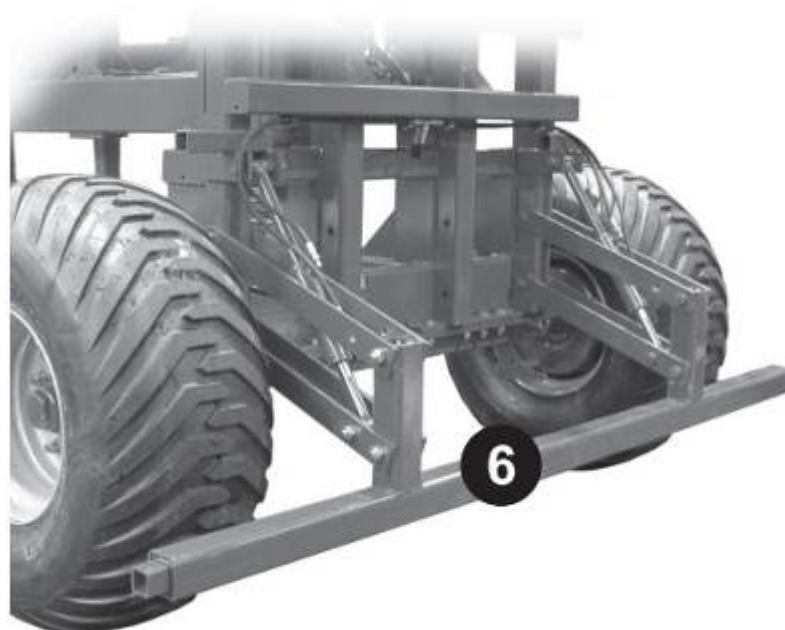

Рисунок 5.
- На сцепку смонтировать брус следорыхлителей (рис. 5).